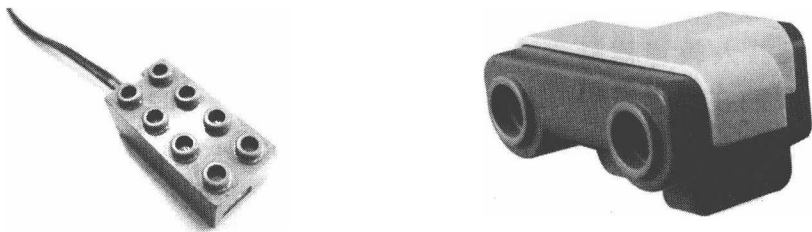

图 1-4 光电传感器和超声波传感器
(2)我们人在走路的时候是靠眼睛来看东西的,那么机器人怎么看东西呢? 原来机器人可以靠光电传感器或测距传感器(如图 1-4)“看到”外部的东西,它们是机器人的眼睛,帮助机器人识别周围的环境,如:“周围有没有障碍物?”“离障碍物有多远?”等。